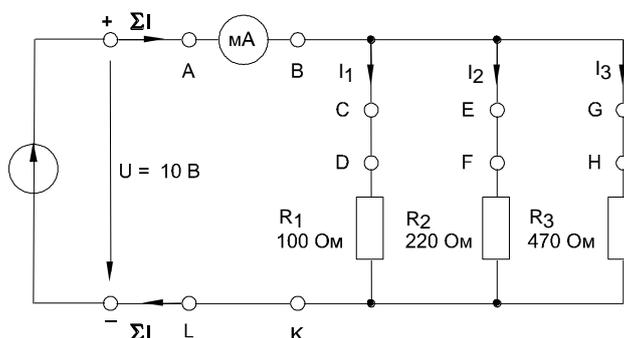

Рисунок 3.2. - Электрическая цепь для выполнения лабораторной работы
- Соберите цепь согласно схеме (рис. 3.2) и подайте постоянное напряжение 10 В на ее вход.